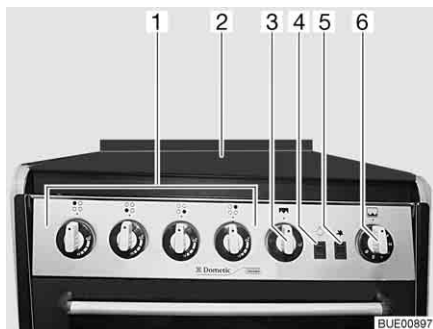

Bild 153 Gasspis med ugn och grill
- Öppna gasspisens lock (Bild 153,2).
- Vrid vridregulatorn (Bild 153,1) till önskad låga till tändningsläge (stor låga) och tryck ned den.
- Tryck på tändknappen (Bild 153,5) tills lågan tänds.
- ▷ Med reglaget (Bild 153,4) tänds och släcks belysningen i ugnen.
- Tryck lätt på vridregulatorn (Bild 153,3) och vrid till tändningsläge (stor låga).
- Tryck lätt på vridregulatorn (Bild 153,6) och vrid den till ett tändningsläge mellan 1 och 6.